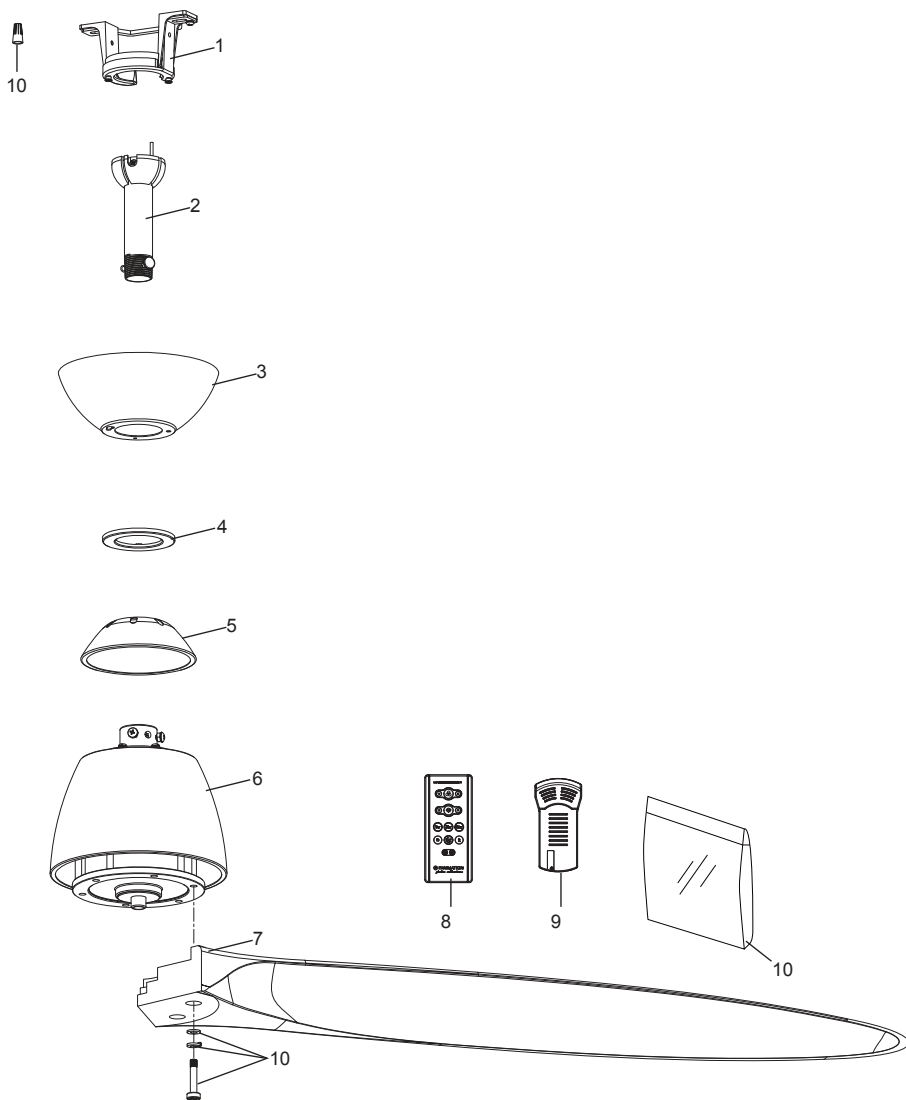

Figura 1
1. Instale la cubierta rotando la ranura clave en la cubierta sobre el tornillo de hombro del soporte del gancho, teniendo cuidado de no pillar los cables. Fije el tornillo de hombro. Instale adecuadamente y fije el segundo tornillo de hombro que fue anteriormente guardado. (Figura 1)
1. Asegure las tres palas usando los 1/4"-20 tornillos con arandelas planas y arandelas de bloqueo desde el bolsos de accesorios y en la placa de las palas a través de los orificios ubicados en la parte inferior del motor. (Figura 1)
El uso de un regulador de la intensidad completa (no incluido) para controlar la velocidad del ventilador dañará el dispositivo. Para reducir el riesgo de incendio o descarga eléctrica, no utilice dicho regulador para controlar la velocidad del ventilador. (Figura 1)
1. **Instalación de la placa de la pared:** (Figura 1)